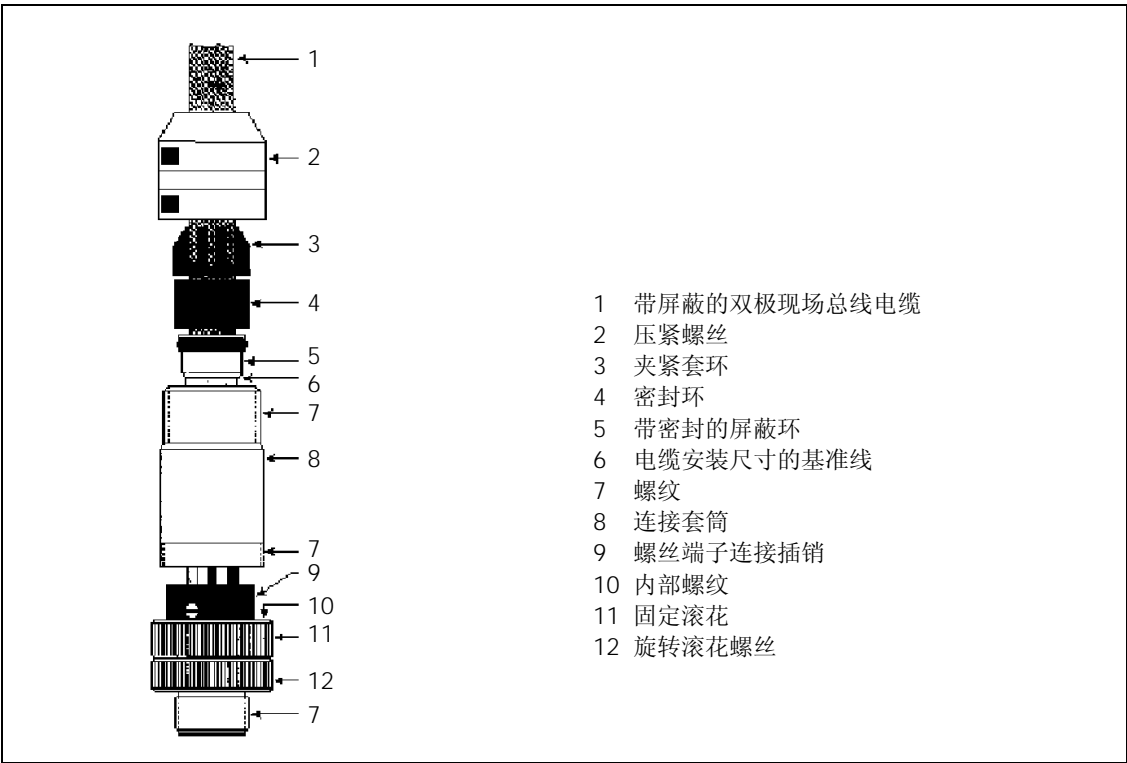

图 37 M12 总线连接器的组件
1. 将压紧螺丝、夹紧套环、密封环、屏蔽环和连接套筒旋到现场总线电缆上，参见 92 页图 37。